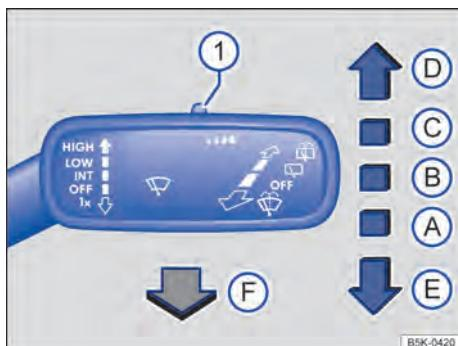

Fig. 83 À direita da coluna de direção: comandar os limpadores do para-brisa.
- Pressionar a alavanca dos limpadores do para-brisa brevemente para baixo ⇒ **Fig. 83** **(E)**.